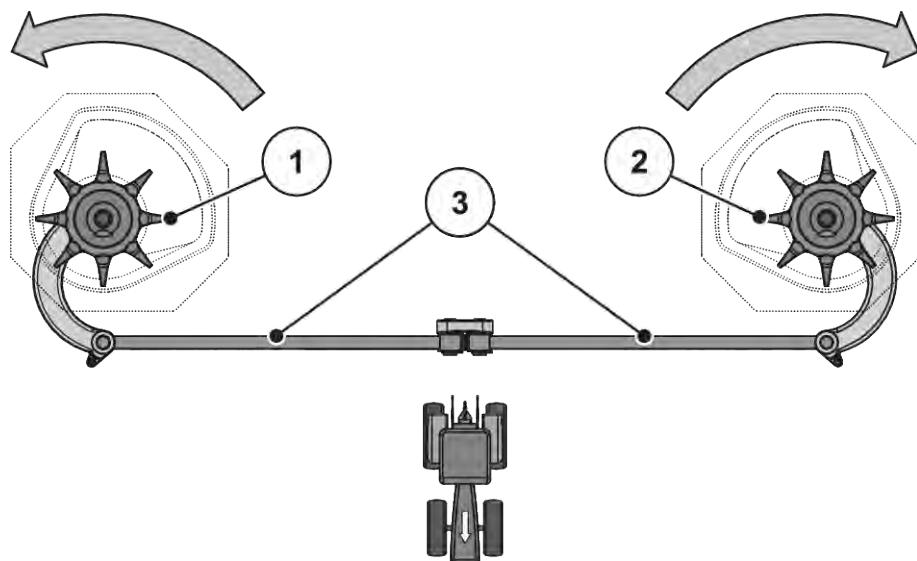

Fig. 54: Verificarea acționării agitatorului
- Rotiți cu mâna capul de amestecare **în sensul de rotație al discului aruncător**. A se vedea Fig. 54 Verificarea acționării agitatorului.
- Rotiți energetic capul de amestecare cu mâna sau cu ajutorul unei benzi de filtru de ulei **în sensul contrar sensului de rotație al discului aruncător**. A se vedea Fig. 54 Verificarea acționării agitatorului